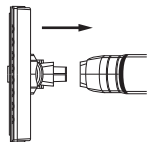

Рис. 1
- Установите аккумуляторную батарею (9) до щелчка фиксатора (10).
- Нажмите на фиксатор (4) и установите ручку (1) в вертикальное положение, убедитесь, что ручка (1) зафиксирована фиксатором (4).
- Установите «ручной пылесос» в корпус ручки до срабатывания фиксатора (5).
- Установите электрическую щётку (11) (рис. 1), убедитесь, что щётка (11) зафиксирована фиксатором (8). Для снятия электрической щётки (11)